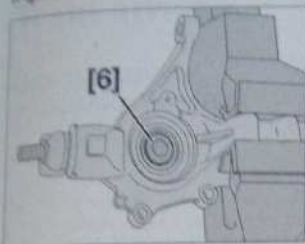

Fig. 35
- Fixer le pivot dans un étau et positionner l'outil [6] (Fig.35).